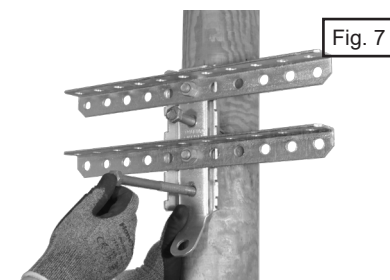

Fig. 7
- b) Insérer deux boulons traversants BH 14X225/145 dans les trous de fixation ❷ et ❹ de la semelle double traverse SEM CU FO, puis dans les deux perçages du poteau (Fig. 7).
- b) Insert two BH 14X225/145 through bolts into the fixing holes ❷ and ❹ of the universal bracket for twin crossarm then in the two holes of the pole (Fig. 7).